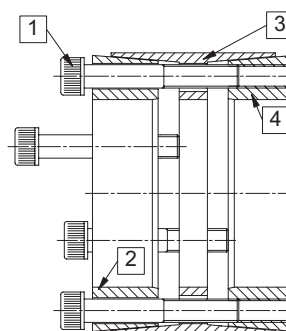

Fig 1
- Lossa samtliga skruvar minst två varv och flytta över minst två skruvar till avdragargångorna i den främre tryckringen (del 2), och den yttre tryckringen (del 3) för att trycka isär konorna för att på ett enklare sätt skall kunna montera elementet (se fig. 1).